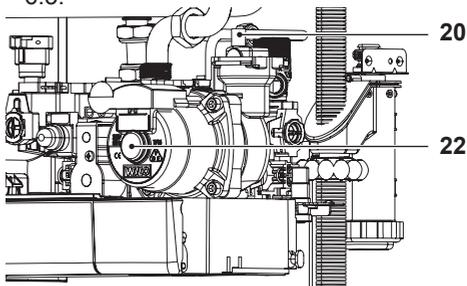

Рис. 6.3
- Поднимите пробку автоматического воздуховыпускного клапана 20, см. Рис. 6.3.
- Снимите пробку 22, см. Рис. 6.3, и разблокируйте насос, повернув ротор отверткой. Во время этой операции выпустите воздух из насоса.